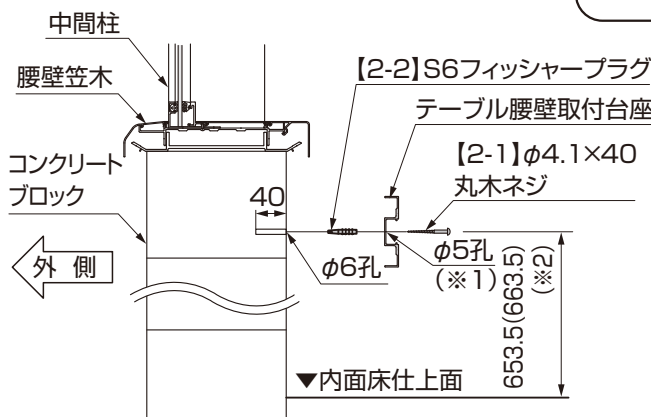
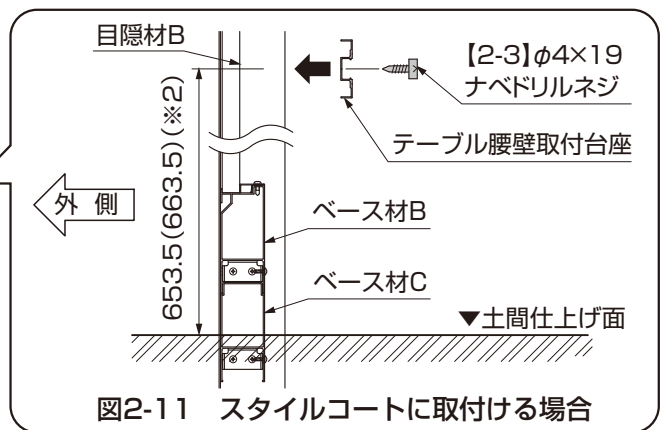

図2-9
図2-11 スタイルコートに取付ける場合
- ()内はMDラグを使用する場合の寸法です。(図2-9、図2-11参照)